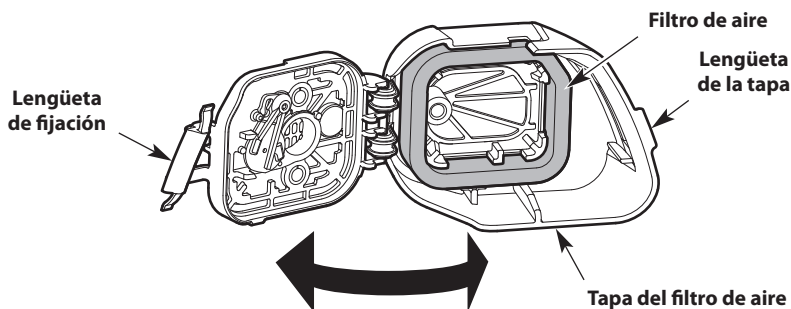

Fig. 18
1. Abra la cubierta del filtro de aire: Enganche sus dedos detrás de la lengüeta de la tapa. Para destrabar la tapa del filtro de aire, jale hacia la izquierda y lejos del motor. Es posible que deba jalar firmemente. Gire la cubierta del filtro de aire hacia la derecha (Fig. 18).
2. Extraiga el filtro de aire del interior de la cubierta del filtro de aire (Fig. 18).
6. Reinstale el filtro de aire dentro de la cubierta del filtro de aire (Fig. 18).
7. Cierre la cubierta del filtro de aire: Gire la cubierta del filtro de aire hacia la izquierda y oprímala para cerrarla hasta que la lengüeta de fijación entra a presión en su lugar (Fig. 18).